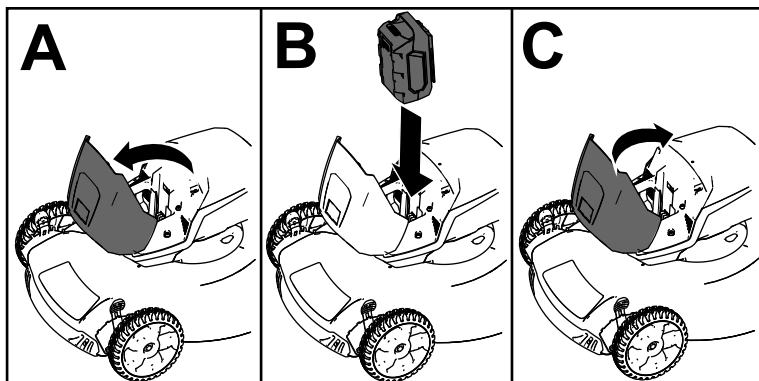

Figura 8
2. Sollevate il coperchio del vano batteria (A della **Figura 8**).
3. Allineate la cavità nel pacco batteria con la linguetta sulla macchina e fate scorrere il pacco batteria nel vano fino a quando non si blocca in posizione (B della **Figura 8**).
4. Chiudete il coperchio del vano batteria (C della **Figura 8**).